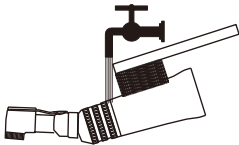

Abb. 18.4
- Schmutz und Rückstände vom Handstück abreiben und mit einem alkoholgetränkten Wattebausch abwischen. Keine Drahtbürste verwenden (Abb. 18.4)